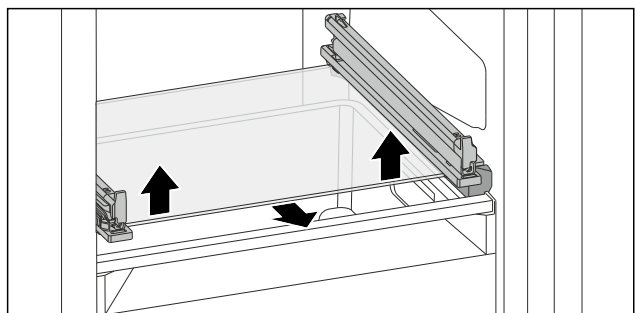

Fig. 133 Pllaka e xhamit e sirtarit me anim
- Shtyni nga poshtë pllakën e xhamit në të dyja anët në drejtimin për lart. (shihni Fig. 133)